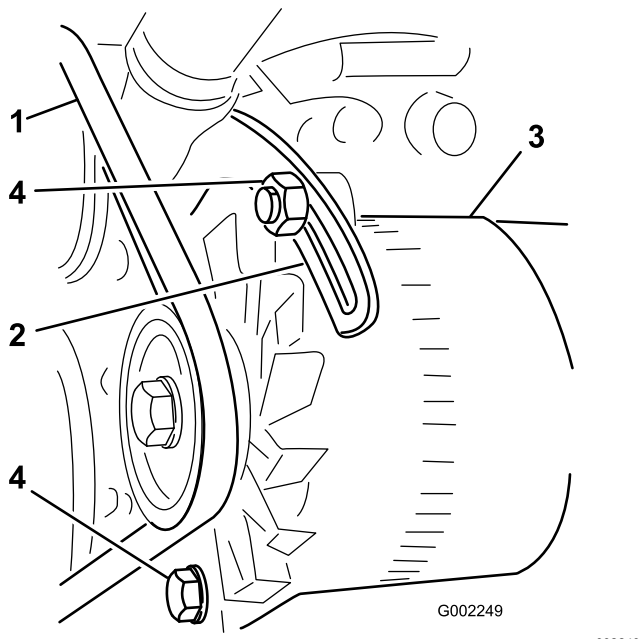

図 58
3. プレースをエンジンに固定しているボルト、およびオルタネータをプレースに固定しているボルトをゆるめる (図 58)。